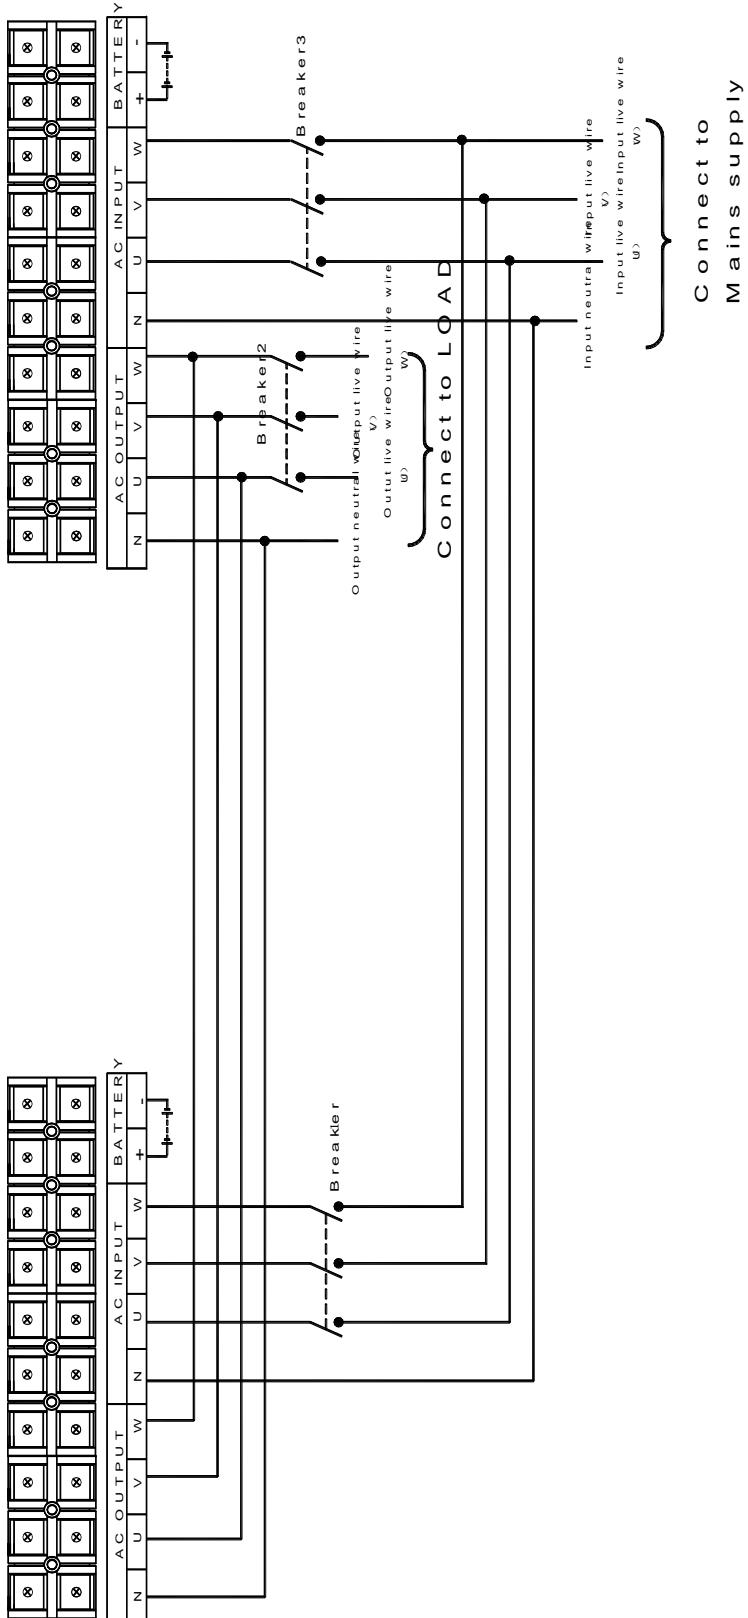

Fig 4-16 Conexão do Nobreak NKT (10~30kVA) – Sistema Paralelo
- 2) Como mostrado na Fig 4-16 conecte os cabos de entrada, saída e bateria;
O modo da conexão detalhada está referido na Fig 4-16.